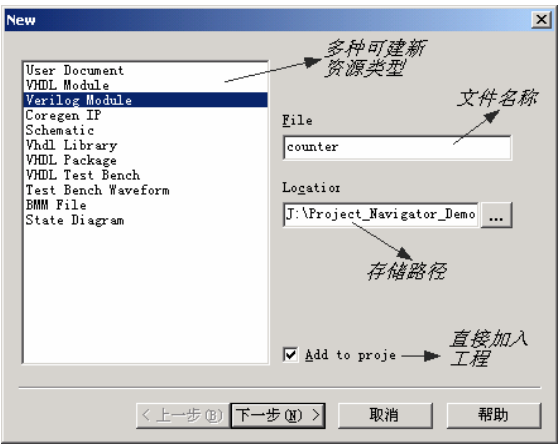

图2-2 新建资源对话框
- 按钮 (New Source) 的功能是产生一个新的资源文件，单击该按钮会弹出如图 2-2 所示的对话框。